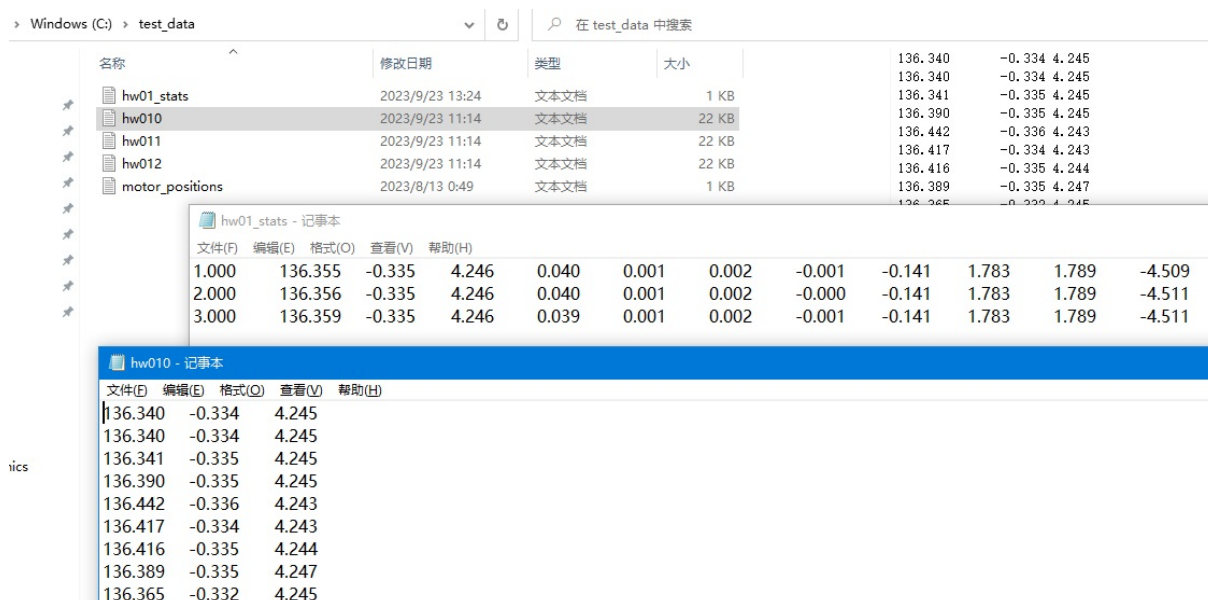

图 25：三丝探针在3个测量点采集的数据文件被保存在用户指定目录下
- 共有两种文件被储存：统计数据文件（文件名=项目名_stats.txt，以下简称统计文件）以及实时数据文件（文件名=项目名+测点号.txt，以下简称数据文件），入图25所示。下面对两种数据文件做详细介绍
- (d) 如果是A、B、C三通道测量，且三通道分别连接一支HW3A三丝探头的三个钨丝，统计数据内含一个大小为[测点数量, 12] 的二维数组。前8列数据分别对应序号、风速水平分量U平均值W[m/s]、风速垂直分量平均值V[m/s]、风速展向分量平均值W[m/s]、风速水平分量标准差[m/s]、风速垂直分量标准差[m/s]、风速展向分量标准差[m/s]、测量时的温度[摄氏度]。后4列数字中第1、2列数代表alpha和beta角，3、4列代表theta和psi角，如图25。角度定义见具体见附录K